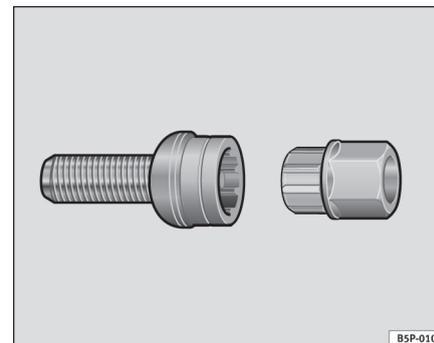

Fig. 182 Boulons de roue antivol
- Introduisez l'adaptateur au maximum dans le boulon antivol de la roue ⇒ page 257, fig. 182.